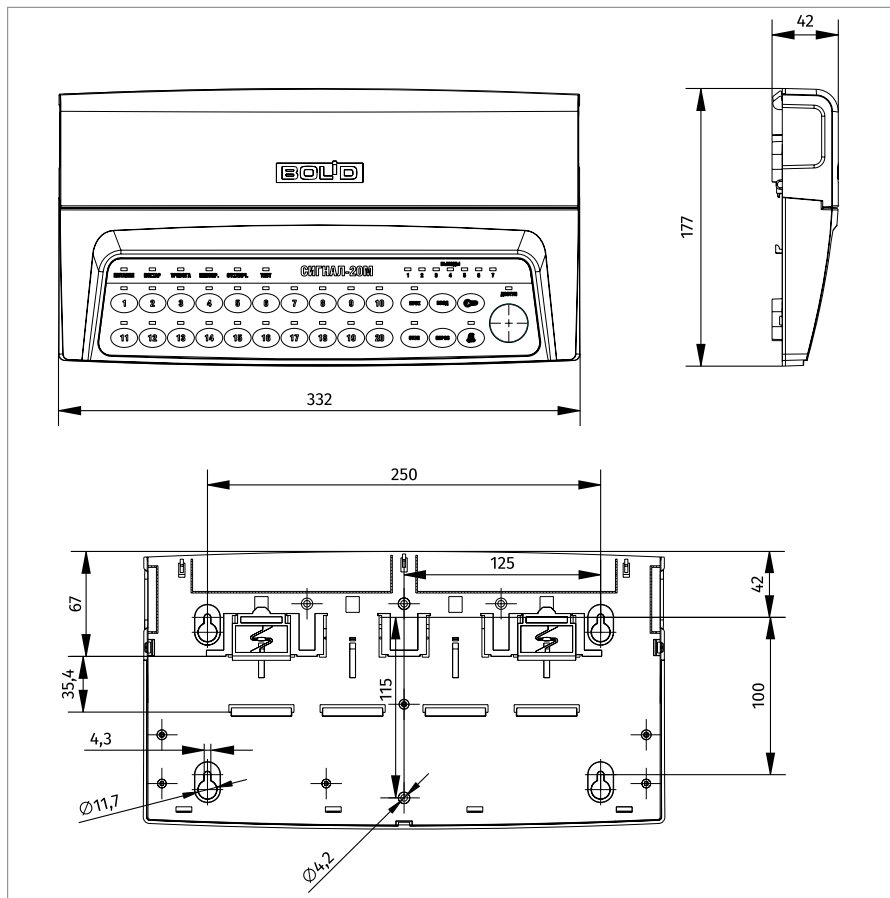

Рисунок 12. Размеры прибора «Сигнал-20М», «Микрофонной консоли-20» и блока «Рупор-ДБ исп.02»
1.1. Наметьте на стене места для четырех установочных отверстий в соответствии с габаритным чертежом (см. Рисунок 12).